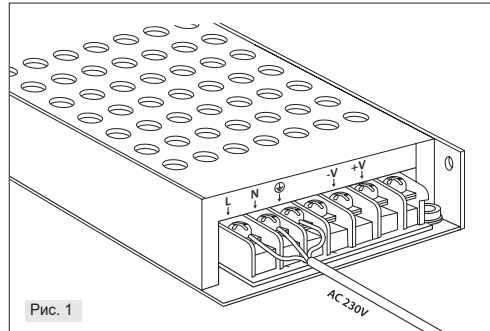

Рис. 1
- Подключите при помощи клеммного разъема блок питания к электрической сети (не входит в комплект поставки) (Рис. 1).